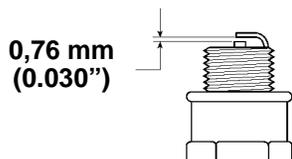

Figure 27
5. Régler l'écartement des électrodes de la nouvelle bougie à 0,76 mm (0.030") (Fig. 27).